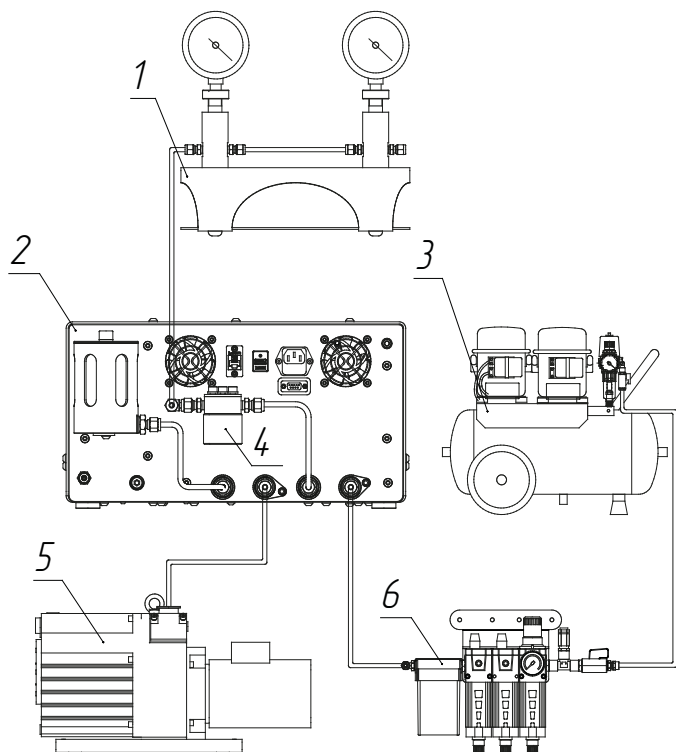

Рис. 2. Схема пневматических соединений калибратора
Коллектор СИ 1 (Рис. 2) предназначен для установки поверяемых СИ. Коллектор может быть заменен на оборудование пользователя исходя из необходимых задач. Все подключаемое оборудование должно быть исправным и подходящим по характеристикам. Грязеуловитель 4 строго необходим и позволяет вести работу калибратора с СИ со следами жидких загрязнений. Наличие грязеуловителя не освобождает пользователя от контроля чистоты подключаемых СИ и других частей. Несвоевременная очистка грязеуловителя может повлечь загрязнение калибратора и возможный выход его из строя. Пневматическое подключение к калибратору 2 производится трубками диаметром 6 мм, пластиковыми или стальными - в зависимости от необходимого давления. В зависимости от рабочих характеристик калибратора в роли питающего источника давления 3 может выступать компрессор K9, K25, усилитель K-450, а также баллон с редуктором или пневматическая линия пользователя. Система подготовки газа 6 необходима для защиты калибратора и впоследствии для защиты проверяемых приборов пользователя от засорения, влажного газа и масла. Система подбирается исходя из рабочих характеристик калибратора.
2.2.4 Произведите соединение пневматических магистралей как показано на схеме (Рис. 2).